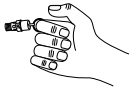

Figura 3
5. Este producto se debe usar con circuitos de 120 voltios y tiene un enchufe similar al de la Figura 3. Cerciérese de que lo ha conectado a un tomacorrientes similar al enchufe.